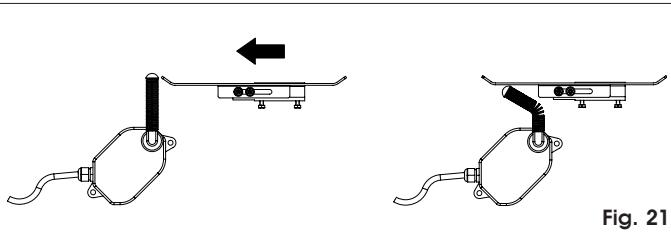

Fig. 21
- a) Il lamierino deve attivare il finecorsa sulla parte sagomata come da Fig.21.